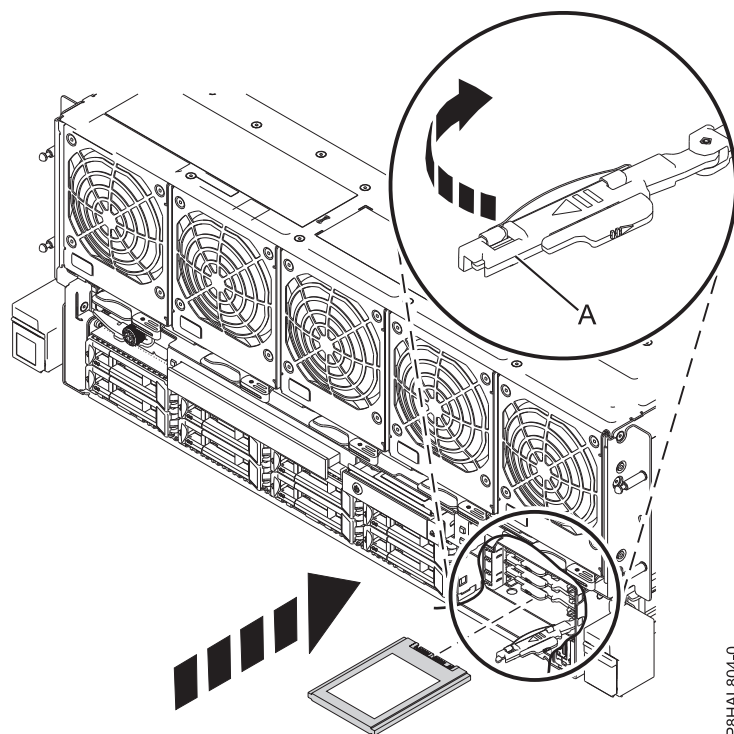

Figura 37. Sustitución de una SSD en un sistema 8408-44E o 8408-E8E
13. Con el asa de la bahía de unidad SSD (A) en la posición de desbloqueo, tire de la palanca hacia afuera para acceder a los rieles de guía de la ranura de SSD. Sostenga la SSD por la parte inferior mientras la alinea con los rieles de guía de la ranura de SSD. Consulte la Figura 37.
17. Bloquee la unidad girando el asa de la bahía (A) en la dirección que se muestra en la Figura 37.